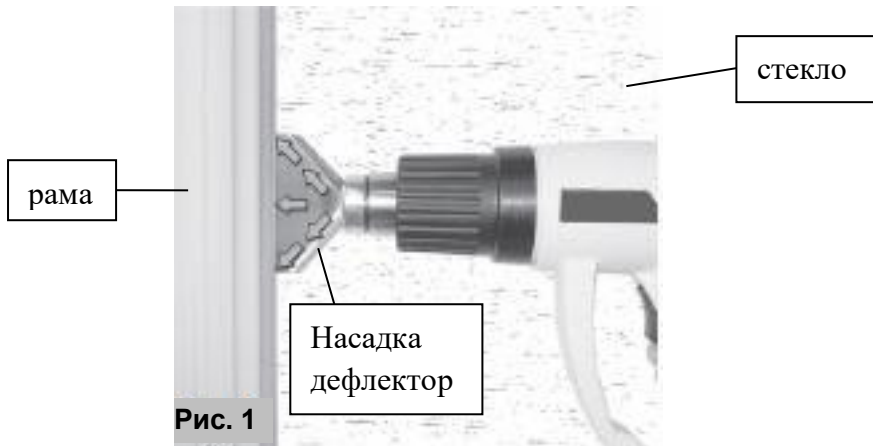

Рис. 1
- Установить насадку-дефлектор на переднюю часть фена под таким углом, чтобы фен можно было установить напротив окна, а колпак насадки при этом был направлен на стекло, как изображено на рис. 1.